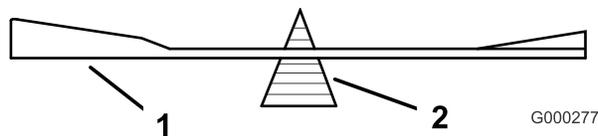

Figura 87
2. Controllate l'equilibrio della lama posizionandola su un bilanciatore (Figura 87). Se la lama rimane in posizione orizzontale, è bilanciata e può essere utilizzata. Se la lama non è bilanciata, limate del metallo soltanto dalla costa (Figura 88). Ripetete la procedura finché la lama non è perfettamente bilanciata.